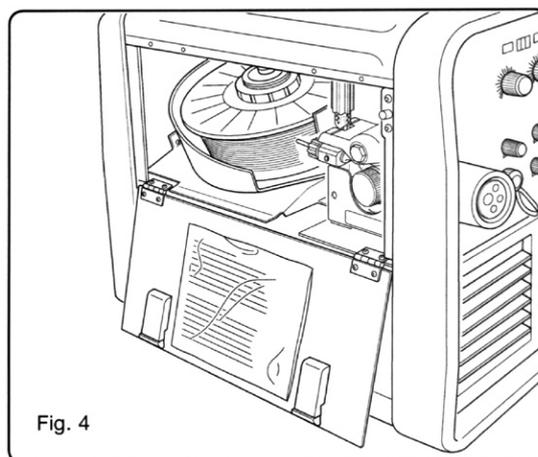

Fig. 4
- Escolher o programa e utilizar consultando a lista colocada no interior de um envelope na lateral móvel (Fig. 4)